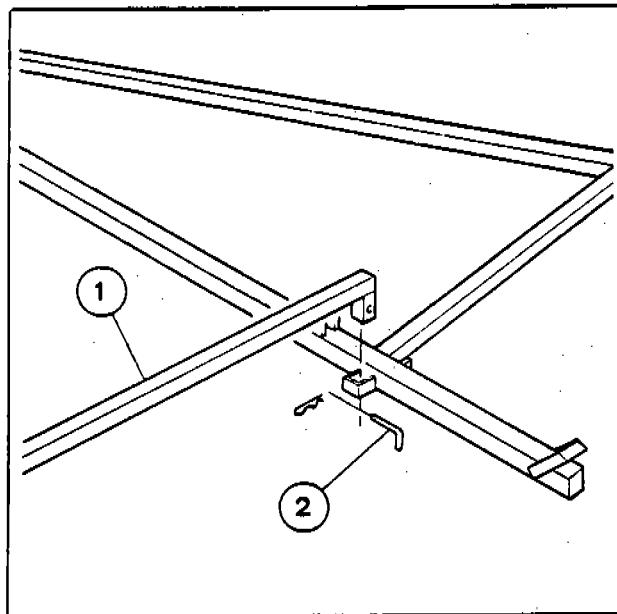

Fig. 20
- f) Posizionare i distanziali (1-Fig. 20) tra i tiranti, facendo attenzione che i contrassegni riportati all'estremità del distanziale corrispondano al rispettivo attacco sul tirante. Inserire le rispettive copiglie di fermo (2-Fig. 20).